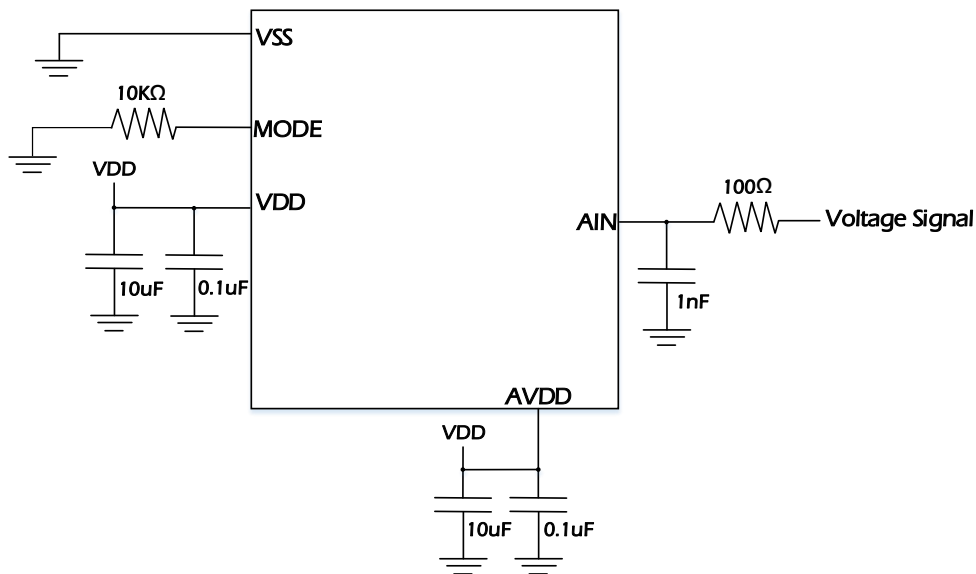

图 2.2 MQ6906 建议线路(VDD 与 AVDD 为不同电源)
6. VDD 与 AVDD 应等电位·如果两者使用不同电源·则在靠近 IC 端加上 0.1uF 电容·并在各自的 Powerjack 端加上 10uF 并联 0.1uF 的电容。(图 2.2)